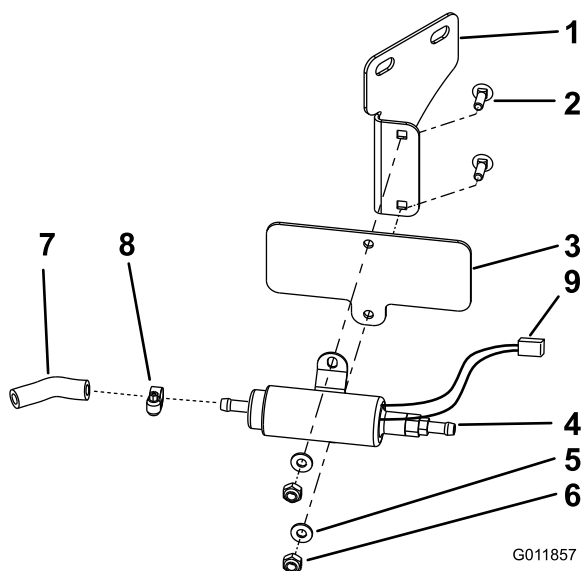

Figure 8
- Montez la nouvelle pompe à carburant sur la plaque de protection et le support de la pompe à carburant droite au moyen de 2 boulons de carrossier (1/4 x 3/4"), 2 rondelles (1/4 pouce) et 2 contre-écrous (1/4 pouce) (Figure 8).
Remarque: La pompe à carburant doit être montée comme illustré à la Figure 8 avec les câbles du côté droit.